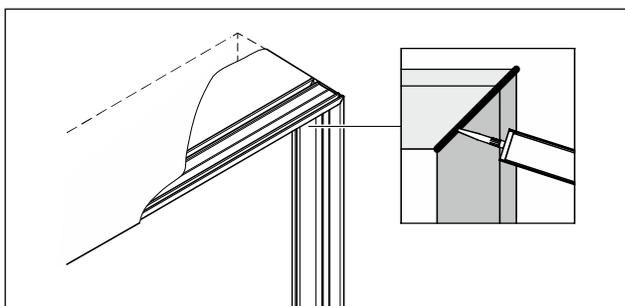

Abb. 26 Die Profilkanten und Stöße von innen silikonieren
9. Bei hohen Anforderungen an den Schallschutz die Profilkanten und Stöße von innen silikonieren (Abb. 26).